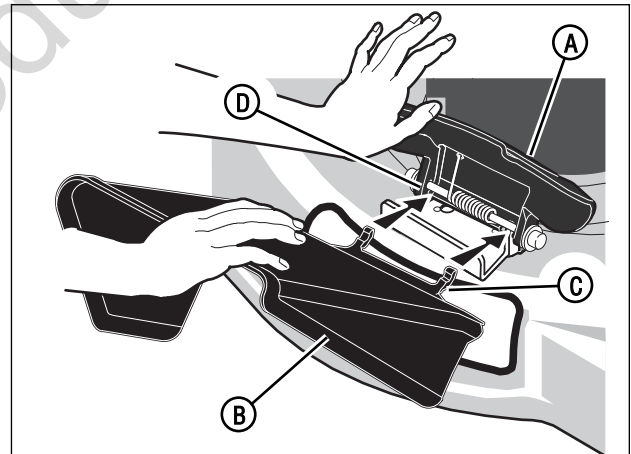

Figura 8: Instalación del deflector de descarga
1. Levante la cubierta de reciclaje (**A, Figura 8**).